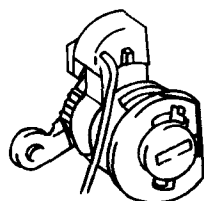

图 5-18 车门锁开关
1) 原因: 利用车门的门锁开关 (图 5-18) 及中控锁按钮来测试泵, 如果单一测试功能不良, 则为泵不良。